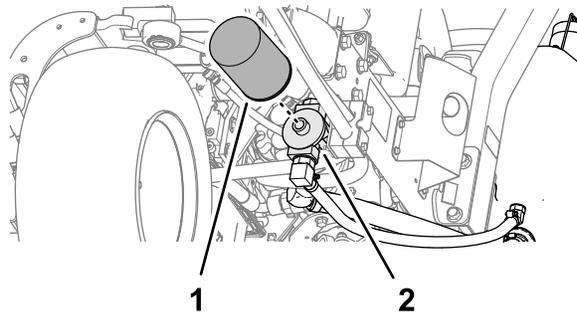

图 92
- 清洁过滤器安装区周围的区域。在过滤器 (图 92) 下面放置一个放油盘并拆下过滤器。